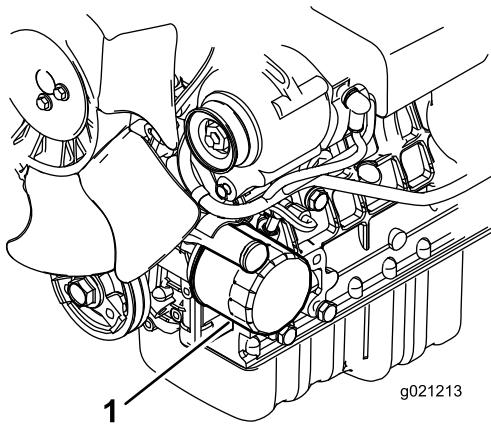

Figure 49
- Déposez le filtre à huile (Figure 49).